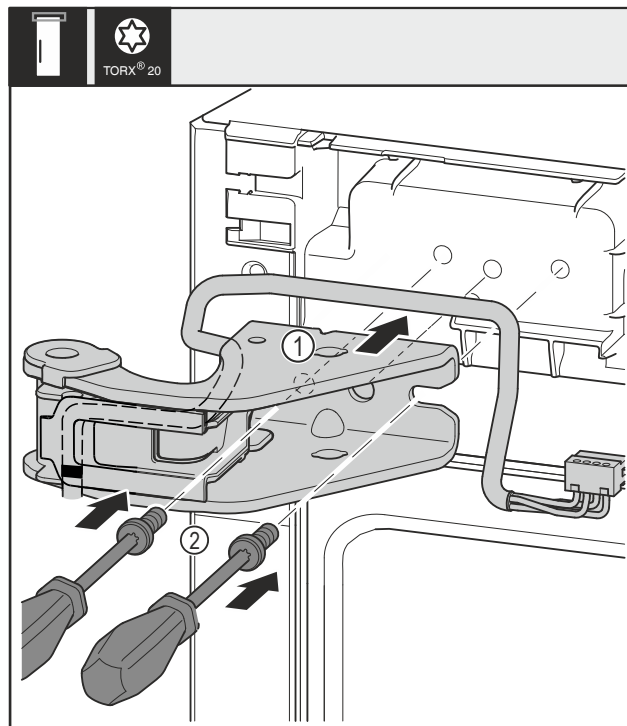

Fig. 32
- Poser le support de palier supérieur Fig. 32 (1).
- Poser les vis Fig. 32 (2) avec un tournevis et les serrer.